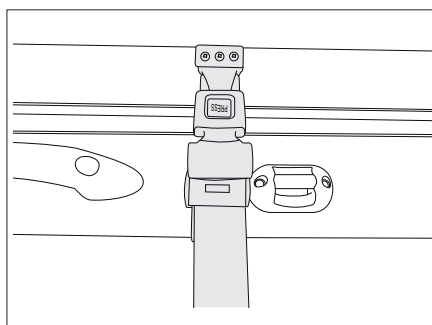

Fig. 173 Cinturón de seguridad
- Soltar el cinturón de retención (Fig. 173).
- Colocar el cinturón de retención (Fig. 173).